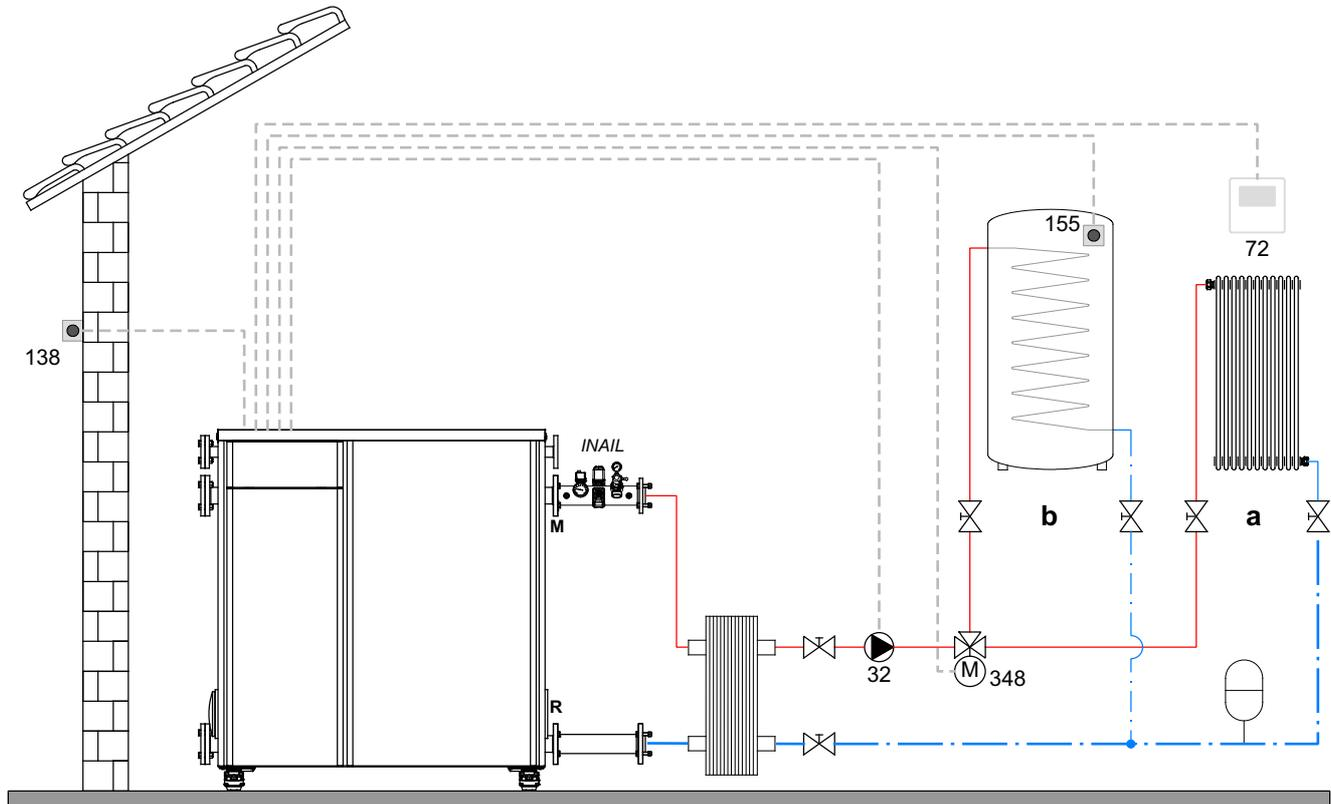
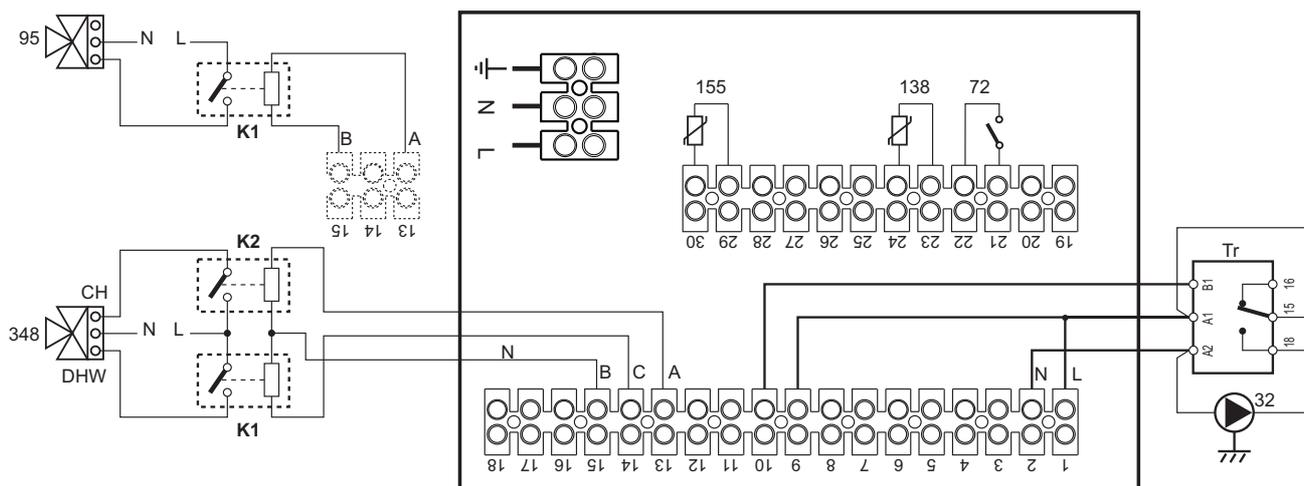

fig. 61
fig. 62
**Legenda (fig. 61 e fig. 62)**
**⚠ Per evitare danneggiamenti alla scheda, è consigliato l'uso di relè esterni per il pilotaggio della valvola a 3 vie, come da indicazione di fig. 62.**